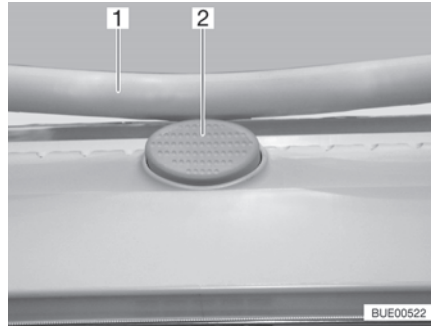

Bild 54 Sicherungsknopf (Heki-Dachhaube)
- Den Sicherungsknopf (Bild 54,2) drücken und den Bügel (Bild 54,1) mit beiden Händen nach unten ziehen.
- Den Bügel mit beiden Händen nach oben drücken, bis der Bügel oberhalb des Sicherungsknopfes (Bild 54,2) liegt.